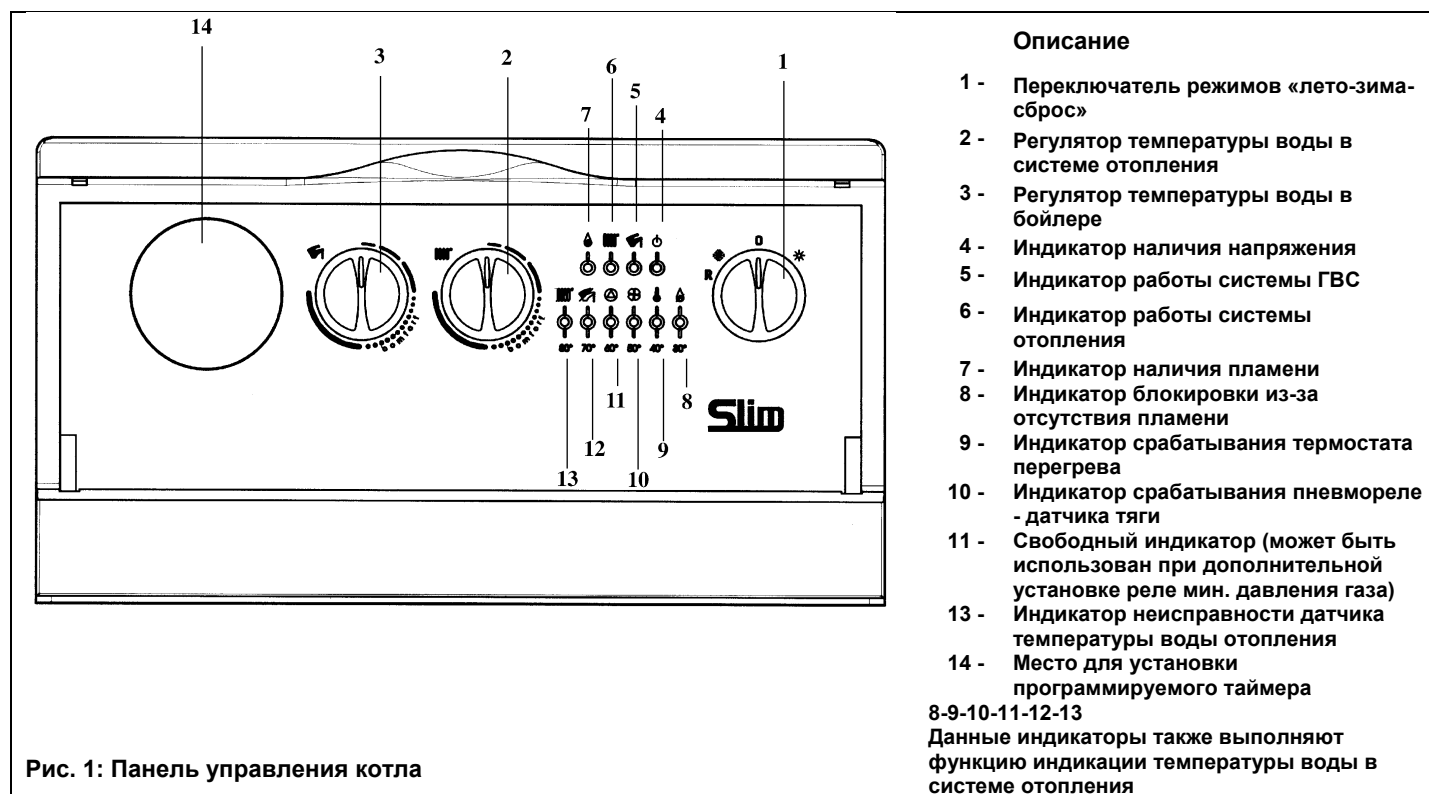

Рис. 1: Панель управления котла
- установить переключатель режимов «лето - зима» (рис. 1, позиция 1) в режим «зима» ❄️;
- установить регулятор температуры воды в системе отопления (рис. 1, позиция 2) на нужное значение.
Важная информация: при переключателе режимов «лето - зима» (рис. 1, позиция 1), установленном в положении «зима» ❄, перед каждым очередным включением котла по сигналу регулятора системы отопления установлена задержка на несколько минут (для того чтобы избежать частых включений/выключений). Для того чтобы горелка включилась сразу, переведите переключатель в положение (0), а затем снова установите режим «зима».
Внимание! При первом включении внутри трубы подачи газа могут образоваться воздушные пробки. В таких случаях горелка не будет включаться и произойдет блокировка котла по газу (загорается красная лампочка блокировки котла - рис. 1, позиция 8). При возникновении данной проблемы повторите процесс включения котла до поступления газа в горелку, кратковременно установив перед включением переключатель режимов (рис. 1, позиция 1) в положение R (сброс).
Регулятор температуры воды в бойлере (рис. 1, поз. 3) может использоваться только при наличии накопительного бойлера. В этом случае возможно отрегулировать температуру воды контура ГВС, установив регулятор на нужное значение.
Приоритет ГВС можно отключить установив регулятор (рис. 1, поз. 3) на минимальное значение в соответствии с функцией защиты от замерзания воды в бойлере.
Данное устройство может быть снабжено комнатным термостатом для контроля температуры отапливаемого помещения. В этом случае регулятор температуры воды в системе отопления (рис.1, поз. 2) устанавливается в максимальное положение, а сигналы на включение и выключение котла поступают от комнатного термостата.
При отсутствии комнатного термостата температура помещения регулируется косвенным образом при помощи регулятора температуры воды в системе отопления (рис.1, поз. 2); при таких условиях насос системы отопления работает постоянно. Для увеличения температуры повернуть регулятор по часовой стрелке, для уменьшения - против часовой стрелки.
- Установить переключатель режимов (рис. 1, поз. 1) в положение (0), проследив, чтобы лампочка-индикатор (рис. 1, позиция 2) погасла; таким образом прекращается подача электричества на котел.
- переключатель режимов (рис.1, позиция 1) не установлен в положение (0);